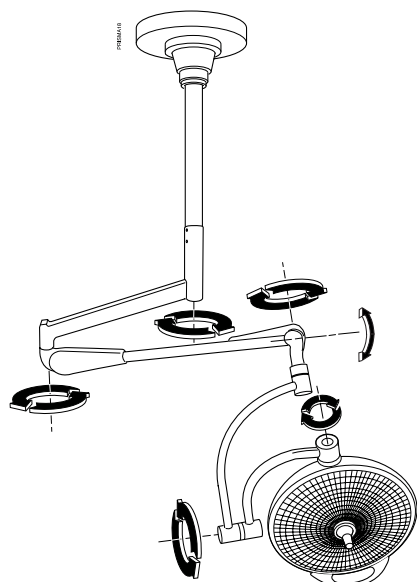
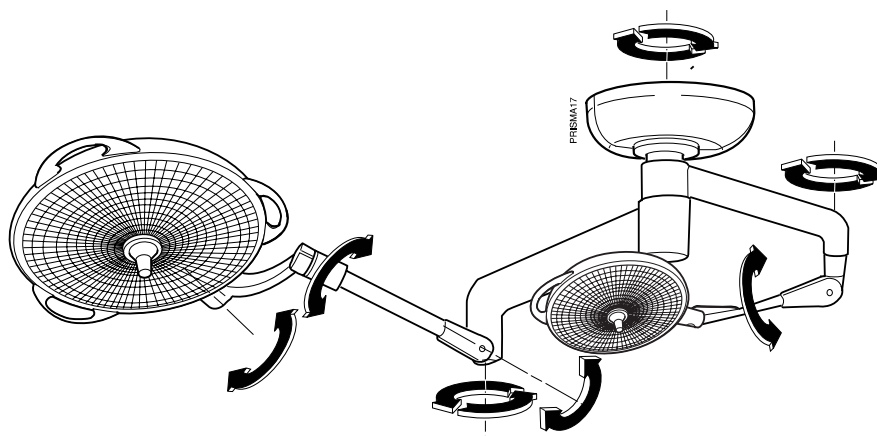

FIG. 11.1
FIG. 11.2
Les mouvements permis par ces suspensions sont décrits dans les (Fig. 11.1 et Fig. 11.2).
*The movements enabled by the different suspensions are described in **Figures 11.1 and 11.2.***